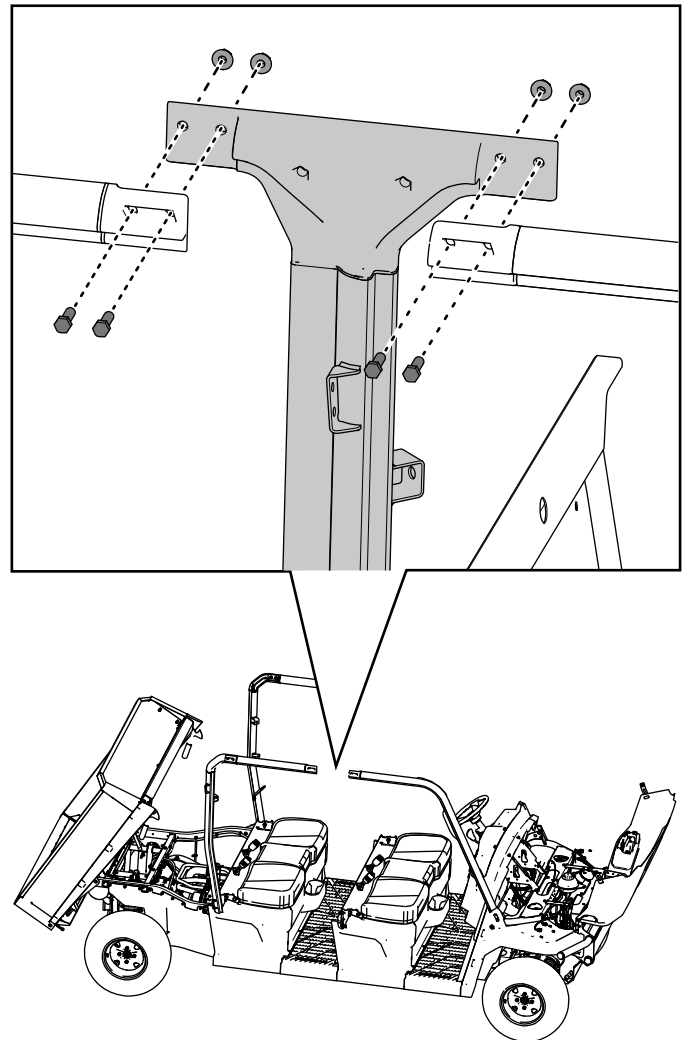

Figure 46
12. Fixez légèrement le haut de la barre centrale droite de l'arceau de sécurité aux barres avant et arrière droites à l'aide de 4 boulons à tête hexagonale ( $\frac{3}{8}$  x  $1\frac{1}{4}$  po) et de 4 contre-écrous ( $\frac{3}{8}$  po), comme montré à la Figure 46.